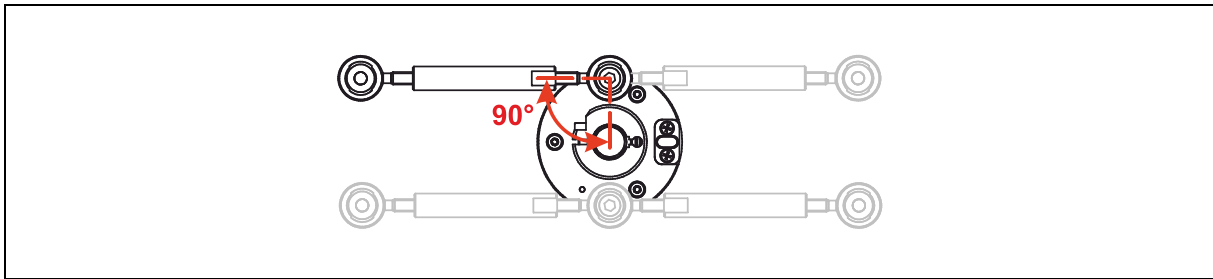

Abbildung 12: Gelenkkopfstab – Montagevarianten
- Zur Befestigung am Mess-System kann die Gelenkstange an eine der beiden M5 Gewindebohrungen im Flansch geschraubt werden. Um das Mess-System optimal zu stützen, muss die Gelenkstange im 90°-Winkel zur Verbindungslinie von Gewindebohrung zum Wellenmittelpunkt montiert werden, siehe Abbildung 12.